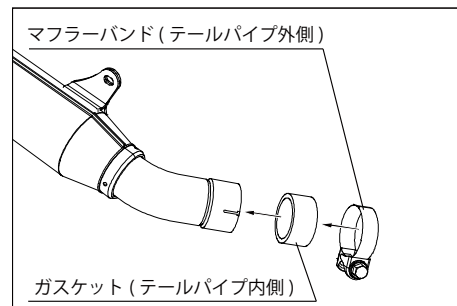

図 1
- ① マフラーCOMPのテールパイプにガスケット(付属品.2)を入れます(図.1)